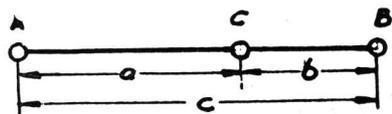

Fig. 1
Es bien conocido el problema de dividir un segmento de recta en media y extrema razón (1). La enunciación de este problema se formula matemáticamente (fig. 1).